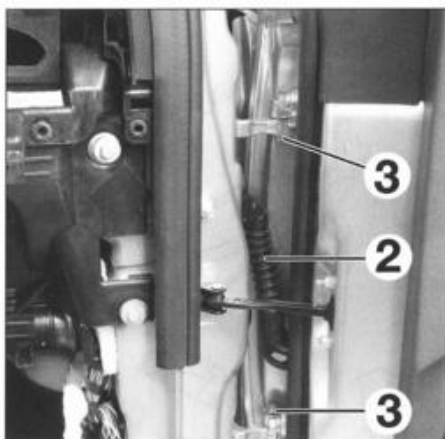

FIG. 51
- Desmontar el tornillo (1) (fig. 51) del anillo de retención de puerta.